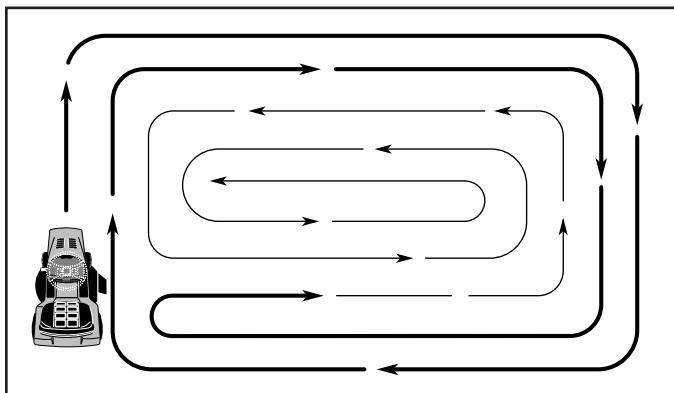

Fig. 13
- Al segar las área grandes, empiece girando a la derecha de modo que los recortes se descarguen, alejándose de los arbustos, cercos, entradas de automóviles, etc. Despues de una o dos vueltas, siegue en la dirección opuesta, haciendo virajes a la izquierda, hasta que termine (Vea Fig 13).